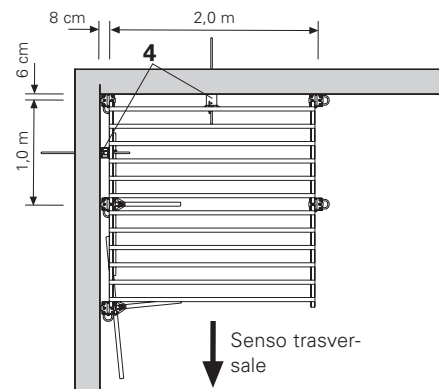

Fig. A4.06
- Procedere sempre una fila dopo l'altra in senso trasversale. (Fig. A4.06)